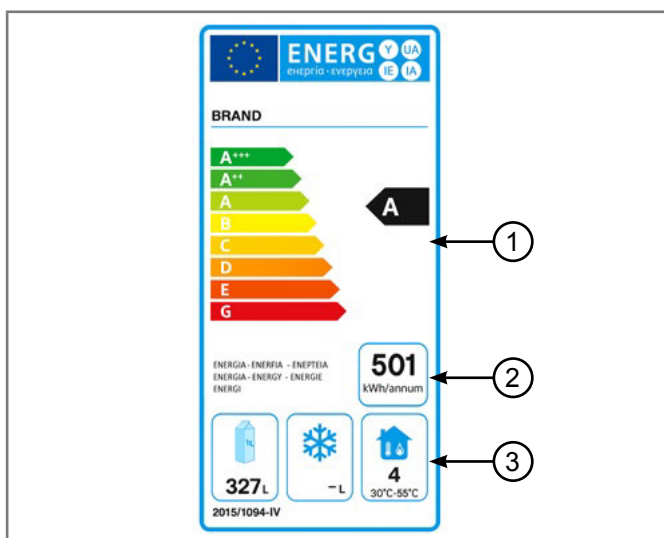

Abb. 1.4 - Beispiel der Energieeffizienzklasse-Kennzeichnung
Die Kennzeichnung der Energieeffizienzklasse, wie in Abb. 1.4 dargestellt, wird zusammen mit dem Gerät geliefert:
- **ENERGIEEFFIZIENZKLASSE:** Die Skala der Energieeffizienzklassen – mit Werten von A bis G – gibt auf einfache und intuitive Weise Auskunft über die Energieeffizienz des Geräts (1 – Abb. 1.4).
- **VERBRAUCHSDATEN:** Der Zahlenwert (z. B. 501 kWh/Jahr) gibt den geschätzten jährlichen Energieverbrauch an. (2 – Abb. 1.4).
- **PITKTOGRAMME:** Die Piktogramme (3 – Abb. 1.4) zeigen an: